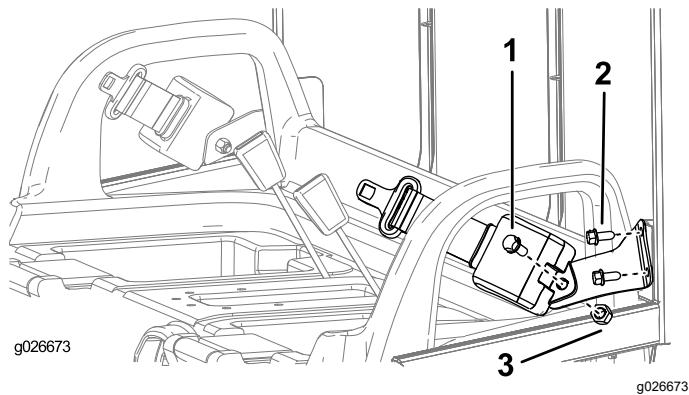

Figure 10
- Fixez un support de ceinture de sécurité sur chacune des pattes de la structure ROPS à l'aide de 2 boulons ($\frac{3}{8}"), comme montré à la Figure 10.$
- Fixez l'extrémité rétractable de chaque ceinture de sécurité à chaque support d'ancrage au moyen d'un boulon (7/16") et d'un écrou (7/16"), comme montré à la Figure 10.